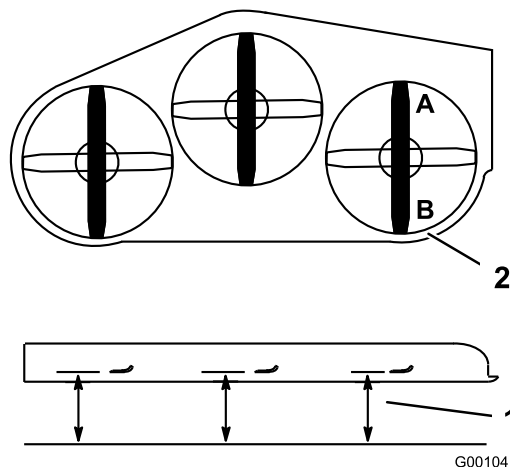

Bild 73
1. Stellen Sie das rechte Schnittmesser in Längsrichtung (Bild 73).
2. Messen Sie das rechte Messer an der Stelle **A** von einer ebenen Oberfläche bis zur Schnittkante der Messer (Bild 73).
4. Messen Sie das rechte Messer an der Stelle **B** von einer ebenen Oberfläche bis zur Schnittkante der Messer (Bild 73).
6. Das Schnittmesser sollte an Stelle **A** 6 bis 10 mm niedriger sein als an Stelle **B** (Bild 73). Sollte die Einstellung nicht richtig sein, machen Sie mit den folgenden Schritten weiter.